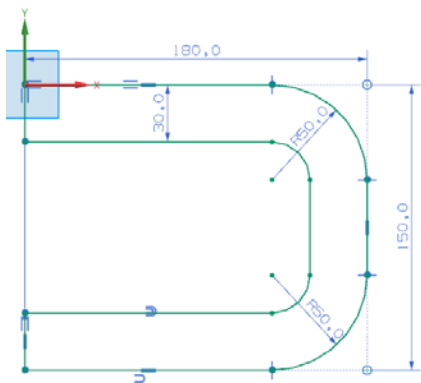

图 10-5 绘制草图
(3) 在“创建草图”对话框中,选择 XC-YC 平面为基准面,设置“水平”面为参考平面,单击  按钮,进入草图绘制环境,绘制如图 10-5 所示的草图。单击“完成” 图标,草图绘制完毕。